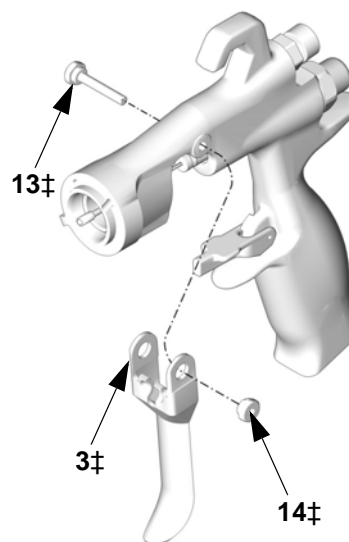

FIG. 37
2. Retire a porca do pino de articulação do gatilho (14‡), o pino de articulação (13‡) e o gatilho (3‡) utilizando a ferramenta da pistola (30) e uma chave de porcas (29). Consulte FIG. 37.